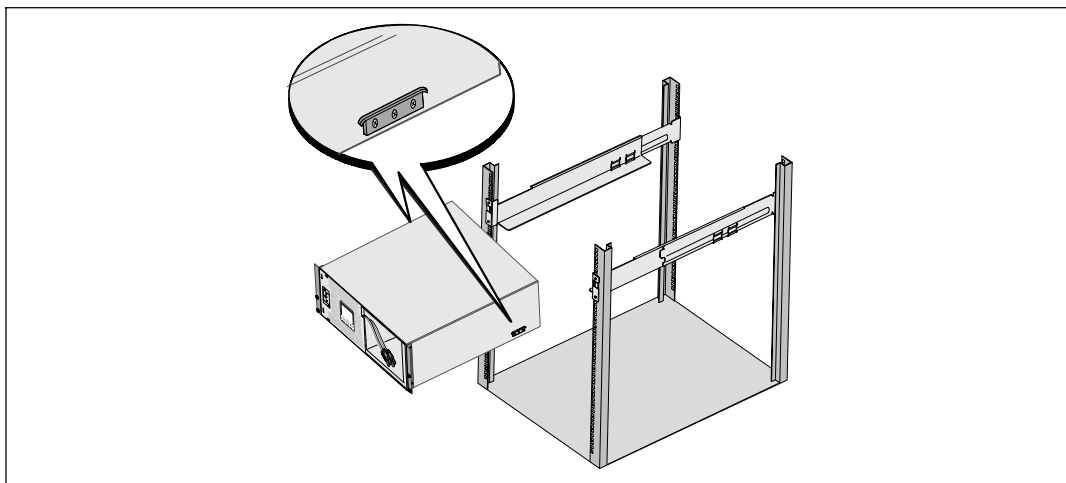

図 13. キャビネットの設置方法
- 6 キャビネットをラックにスライドして取り付けます（図 13を参照）。その他のキャビネットも同じ方法で固定します。